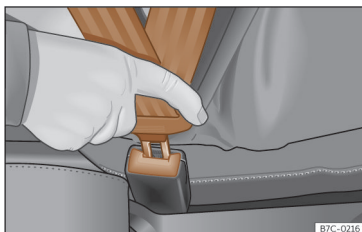

Fig. 21 Inserir a lingueta do cinto de segurança no fecho correspondente.
- Encaixe a lingueta no fecho do respetivo banco >>> Fig. 21.